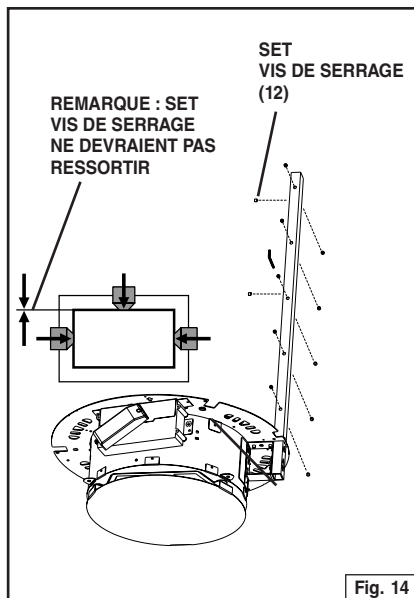

Fig. 14
8. Insérez 12 vis de blocage dans chaque bras de support inférieur. Assurez-vous que les vis ne ressortent pas dans la section inférieure du bras. Fig. 14.